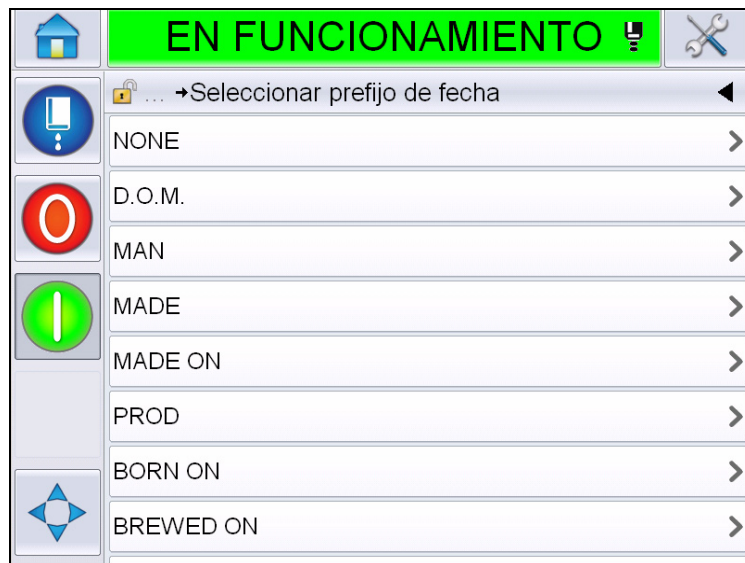

Figura 5-26: Página Date Prefix (Prefijo de fecha)
- 5 Seleccione el tipo de fecha. Muestra la página *Select Date Prefix* (Seleccionar prefijo de fecha) (Figura 5-26).